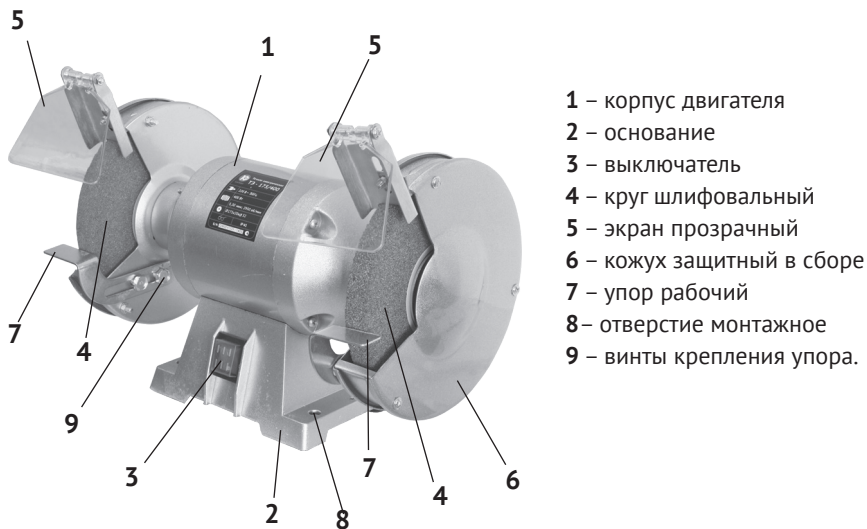
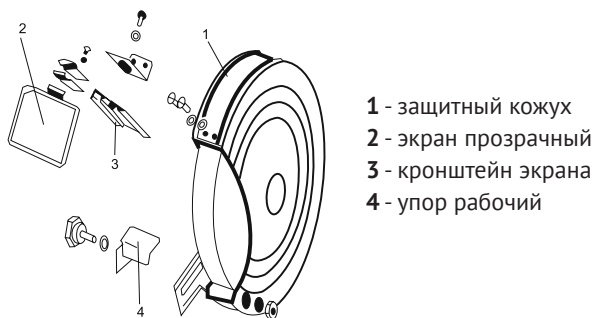

рис. 1
рис. 2
1.6 Общий вид точила представлен на рис.1
1.7 Точило состоит из асинхронного двигателя в металлическом корпусе (рис.1 поз.1) закреплённом на основании (рис.1 поз.2). На якорь двигателя (с двух сторон), между опорным и зажимным фланцами крепится шлифовальный (точильный) круг (рис.1 поз.4). Это основной рабочий инструмент точила. Для безопасной работы на корпусе двигателя смонтированы защитные кожухи (рис.1 поз.6). На кожухе крепятся: кронштейн прозрачного (защитного) экрана (рис.1 поз.5) и рабочий упор (рис.1 поз.9), обеспечивающий опору затачиваемому инструменту.
1.8 Выключатель (рис.1 поз.3) расположен на основании точила (рис.1 поз.2). Он имеет два фиксированных положения, обозначенных символами: «I» - включено и «O» - выключено (МЭК 60417).
2.1.1 Установите точило на верстаке (рабочем столе) и закрепите винтами (саморезами), используя крепёжные отверстия (рис.1 поз.8).
2.1.2 Закрепите на кожухах, используя крепёж из комплекта поставки, рабочие упоры (рис.1 поз.7) и защитный прозрачный экран (рис.1 поз.5), как показано на рис.2.
2.2.2 Регулировка экранов (см. рис.2)
Экран прозрачный (рис.2 поз.2) защищает глаза и руки оператора от искр, летящих от затачиваемого инструмента. Всегда используйте его при работе. При первоначальной установке и по мере износа шлифовальных кругов, периодически проводите регулировку установки кронштейна экрана (рис. 2 поз.3). Кронштейн экрана (искрогаситель) устанавливается на минимальном расстоянии от поверхности круга (2 мм). Это позволяет задерживать абразивные частицы, отлетающие от круга в сторону оператора. Установка кронштейна:
2.2.3 Регулировка рабочих упоров (см. рис.2)
Для компенсации износа шлифовальных кругов необходимо периодически производить регулировку рабочих упоров (рис.2 поз.4):
- ослабить винты крепления упора (рис.1 поз.9);